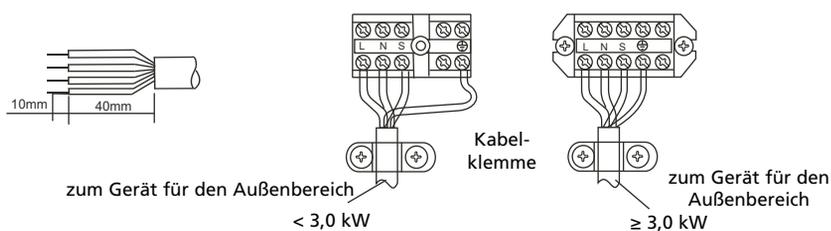

Fig. 22
3. Schließen Sie die Kabel gemäß ihrer Markierungen an den Anschlüssen an. (Abb. 22)